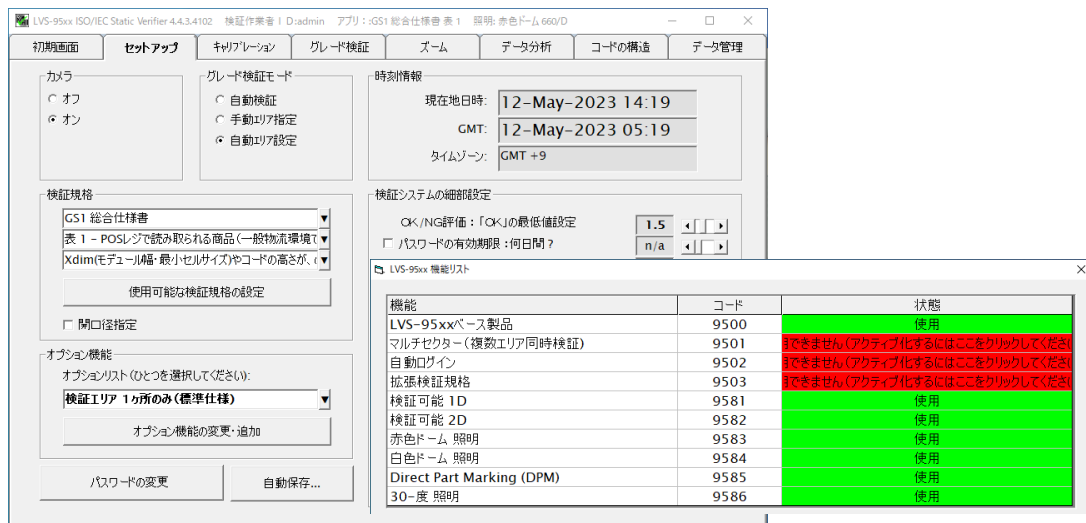

図32-1: [オプション機能の変更・追加]ボタン、図32-2: LVS-95□□の機能リスト
2. [オプション機能]セクション内で、[オプション機能の変更・追加]ボタン（図32-1）をクリックします。LVS-95□□の機能リストが表示されます（図32-2）。